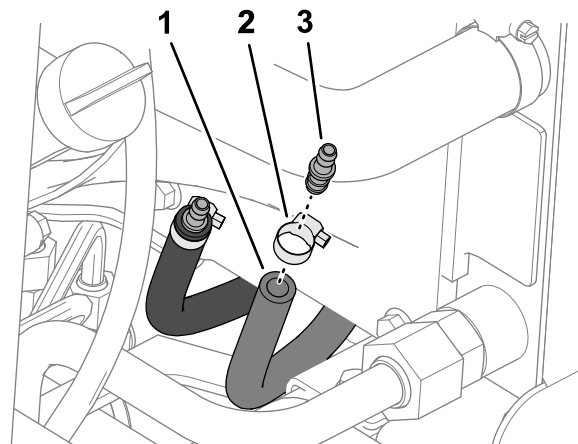

図 13
1. 各燃料クーラホースに、バンプ式ホースコネクタを取り付ける 図 13。
2. 各ホースにホースコネクタを取り付けてワーム型クランプで固定する 図 13。